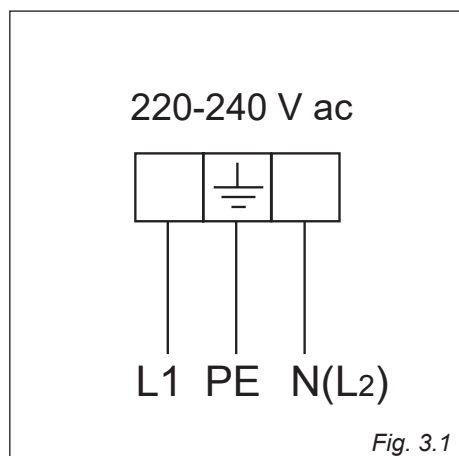

Fig. 3.1
- Il cavo elettrico deve essere connesso alla morsetteria secondo lo schema di fig. 3.1.
- **Gli apparecchi sono dotati di valvolatura di sicurezza (vicino ad ogni bruciatore è presente una sonda "T" come da figure 3.1, 3.3 - da non confondere con l'elettrodo "S" dell'accensione elettrica), l'erogazione del gas viene bloccata se la fiamma dovesse spegnersi accidentalmente.**